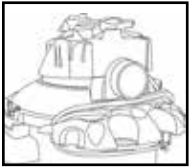

FIGURA 28
51. Antes de almacenar su aspiradora, deberá vaciar y limpiar el depósito. Puede enrollar el cable eléctrico alrededor de las envolturas de cable provistas en la tapa del depósito en la parte posterior de la unidad. **FIGURA 28.**